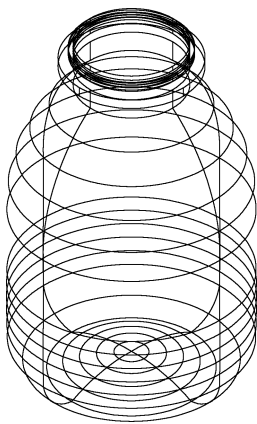

图 8-34 “玻璃瓶”三维模型
8) 利用圆弧、多段线、拉伸、放样等命令, 创建一个“玻璃瓶”三维模型对象, 并保存至指定位置。其总高度为 180, 最大直径为 50, 瓶口直径 30, 如图 8-34 所示。